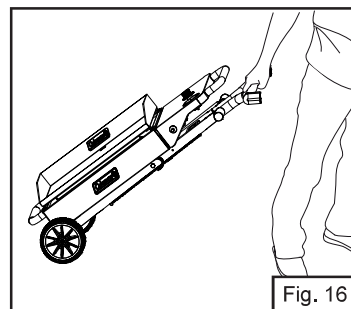

Fig. 16
4. Une fois les pieds verrouillés en position, retournez l'appareil de manière à ce que la plaque chauffante (ou le couvercle) soit à nouveau orienté vers le haut. L'appareil peut maintenant être facilement déplacé vers n'importe quel endroit de votre site de camping ou de votre jardin en saisissant la poignée de tirage (Fig. 16).